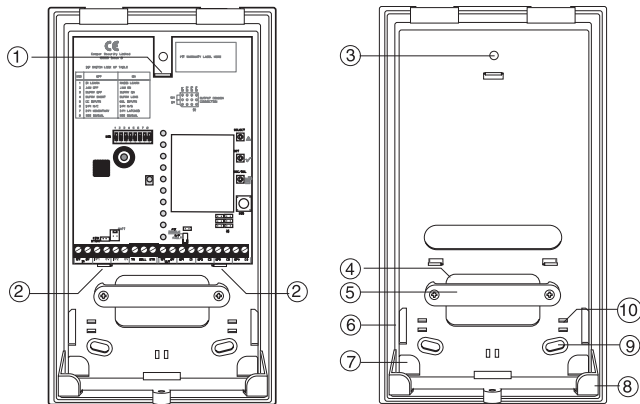

Figure 1.
La figure 1 ci-contre détaille les éléments principaux situés sur l'embase.
3. Maintenir l'embase plaquée au mur et marquer la position du trou de fixation supérieur (repère 3 figure 1).
6. Marquer les trous de fixation inférieurs (repère 9 figure 1).